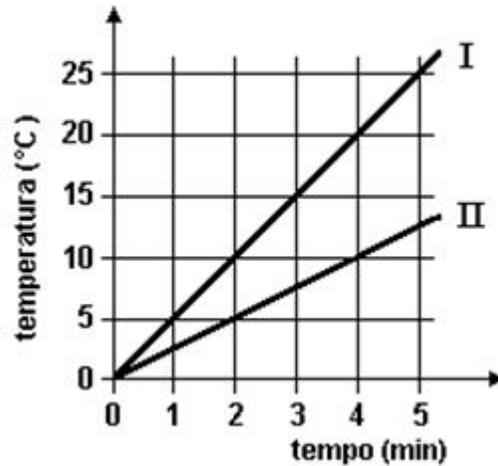

Figura 5.9: Aquecimento de água e óleo
3)(Vunesp) Massas iguais de água e óleo foram aquecidas num calorímetro, separadamente, por meio de uma resistência elétrica que forneceu energia térmica com a mesma potência constante, ou seja, em intervalos de tempo iguais cada uma das massas recebeu a mesma quantidade de calor. O gráfico, na figura 5.9, representa as temperaturas desses líquidos no calorímetro em função do tempo, a partir do instante em que iniciou o aquecimento.